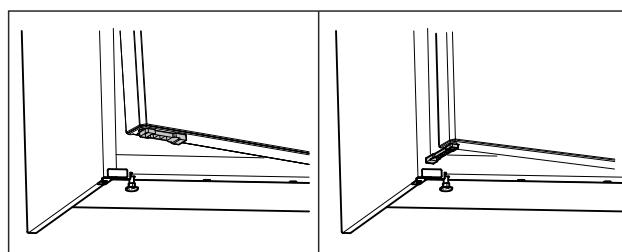

Fig. 70 \*
- Поверніть обмежувач відкривання дверцят на 90°. (див. Fig. 70) \*